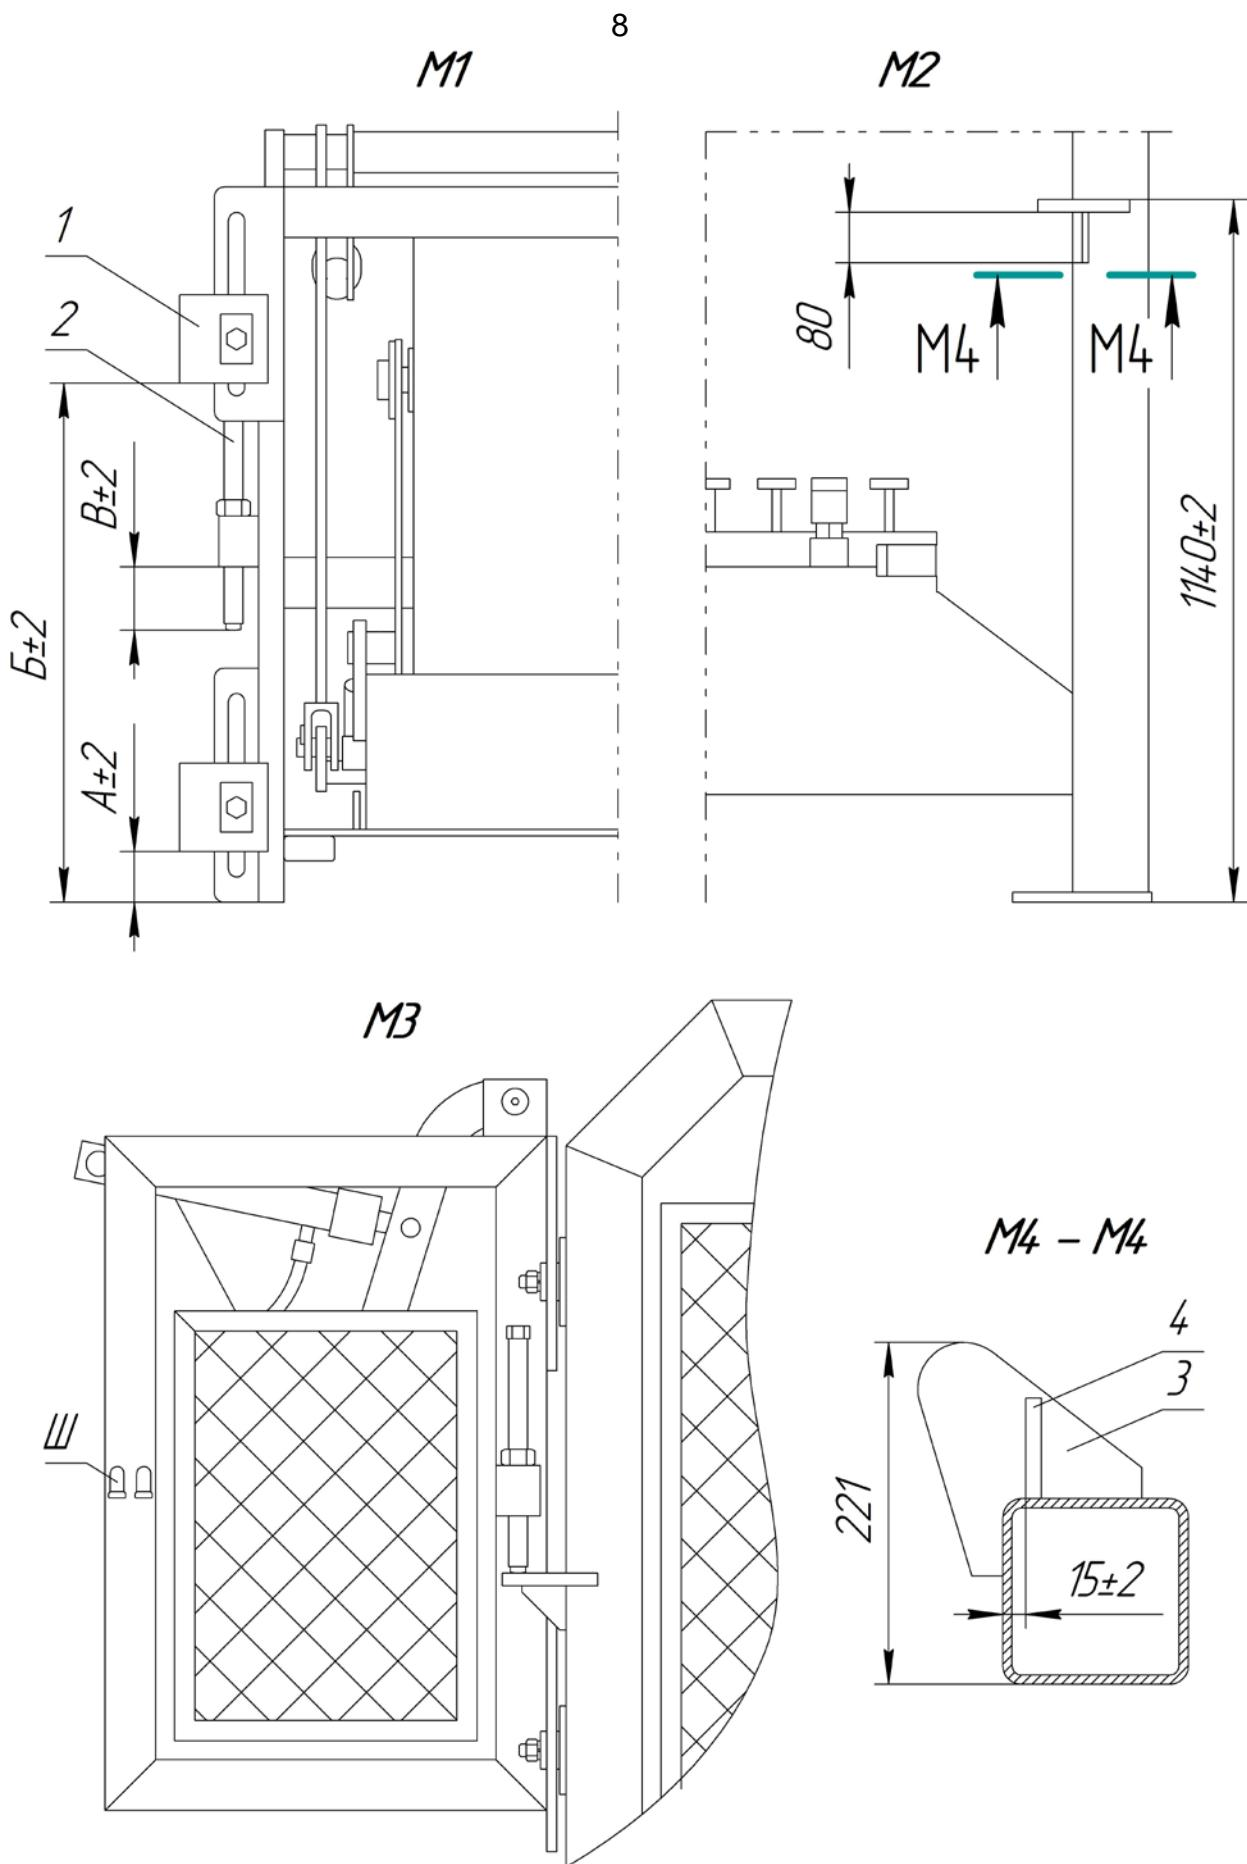

Рисунок 3. Монтаж модуля к вибропрессу «ПОЛЮС» или «БУРАН».
- Установить пластины поз.1 и винты поз.2 согласно вида "М1" (рисунок 3). Размеры выбрать из Таблицы 1 для того изделия, матрица которого имеется у Вас в наличии;
- РВД «А» и «В» пульта модуля присоединить к штуцерам «Ш» (рисунок 3). Неиспользуемые штуцеры с противоположной стороны модуля заглушить;